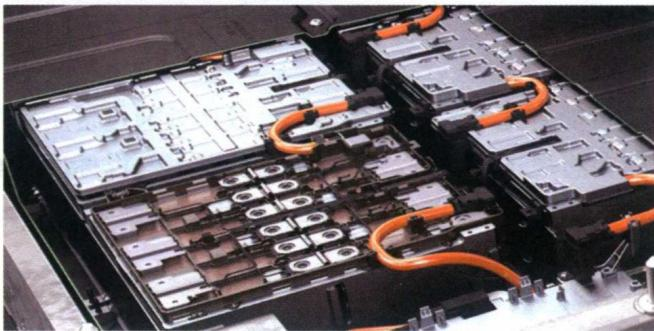

图1-2-1 特斯拉MODEL S动力电池(总电压400V)
① 高压系统的电压一般设计都在200V以上。例如大多数的纯电动汽车或混合动力汽车的动力电池电压都在280V左右，如图1-2-1所示。